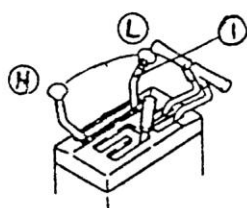

Рис. 1-7.
1) Рычаг управления подачей топлива (1) (Рис. 1-7)